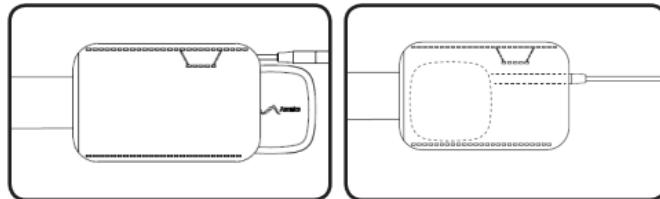

Figura 5: collocare il TS nella saccetta della cintura.
2. Far scivolare il TS nella sacca della cintura. Disporre l'estensione del TS attorno a quest'ultimo (**Figura 5**). Il TS è inserito completamente quando passa attraverso il punto più stretto della sacca.